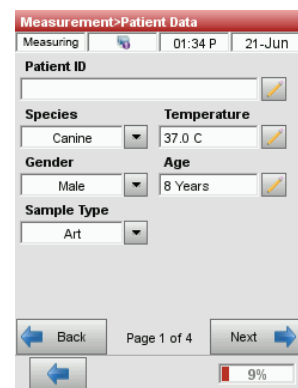

Abbildung 21. Erforderliche Patientendaten
5. Geben Sie die erforderlichen Patienteninformationen ein (Abbildung 21).